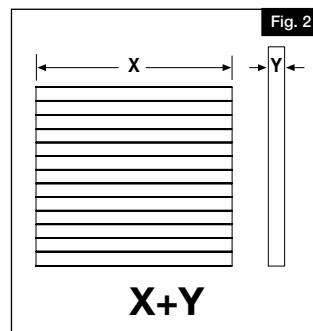

Fig. 2
Mida la anchura del panel de la valla (X) más la anchura del poste (Y). Esta es la medida normal de centro a centro (a menos que se corte el panel) para la ubicación del agujero del poste (Fig. 2).